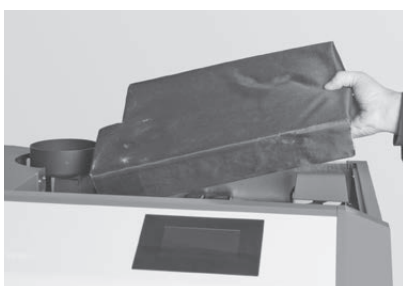

Fig. 66 Rimuovere l'isolamento
- Togliere l'isolamento dal coperchio delle superfici riscaldanti – Fig. 66.